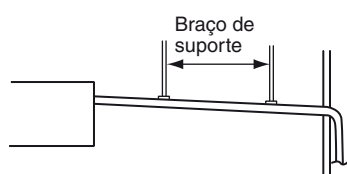

Fig. 3-10
- Não aplique força à tubagem no lado da unidade quando ligar o tubo de drenagem. O tubo não deve ficar suspenso sem um suporte desde sua ligação à unidade. Aperte o tubo numa parede, armação ou outro suporte o mais próximo possível da unidade. (Fig. 3-10)